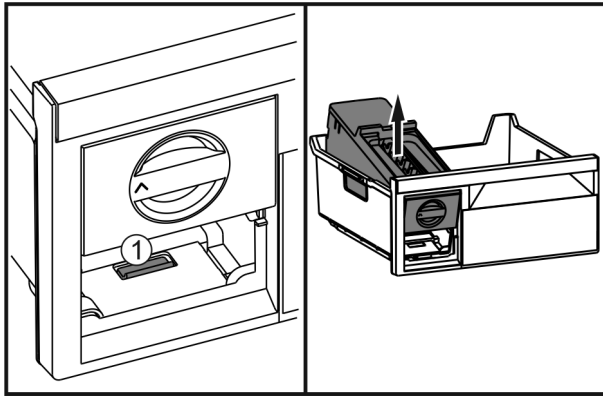

Fig. 56
- ▶ Lip Fig. 56 (1) indrukken, EasyTwist-Ice van achter optillen en uit de vrieslade nemen.